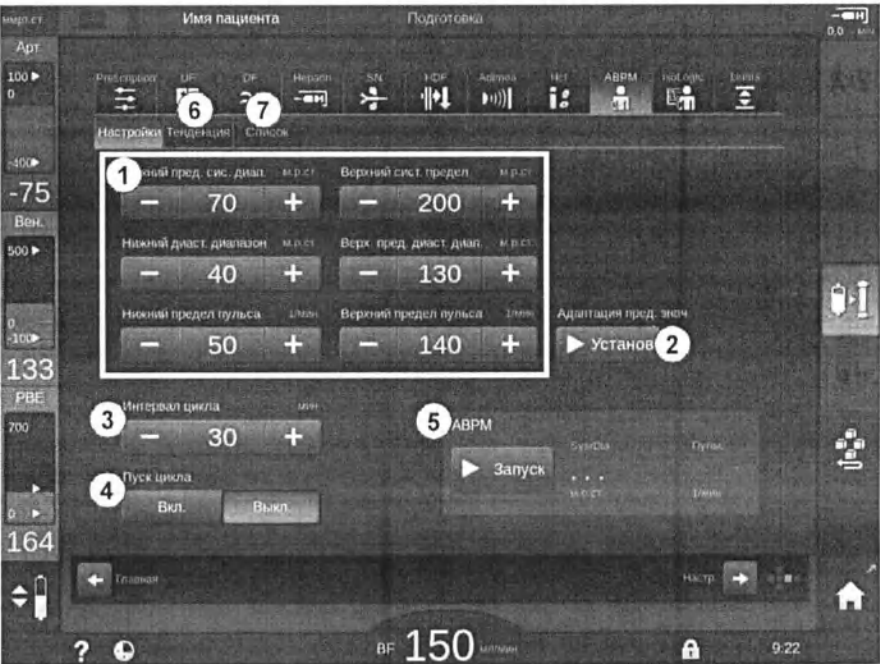

Рис. 11-5 Настройки ABPM на экране Ввод
- 2. Для адаптации диапазонов сигнала тревоги к значениям, приближенным к измеренным значениям кровяного давления коснитесь *Адаптация диапазона, Задать* (Рис. 11-5, ②).
1. Чтобы активировать/деактивировать выполнение циклических измерений с заданной частотой, выберите *Пуск цикла, ВКЛ.* (Рис. 11-5, ④).
2. Чтобы установить периодичность измерения, выберите *Периодичность цикла* ③. Возможный интервал: от 1 до 60 минут.
Нажмите *Пуск* в поле группы *Настройки АВРМ* на экране *Ввод* (Рис. 11-5 *Настройки АВРМ* на экране *Ввод* (271), ⑤).